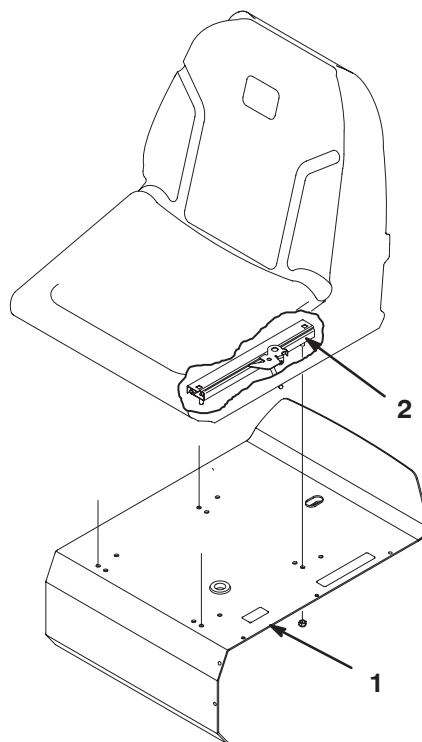

Figure 3
3. Fixez les glissières au socle du siège avec 4 contre-écrous (5/16 pouce) fournis avec les pièces séparées (Fig. 3).